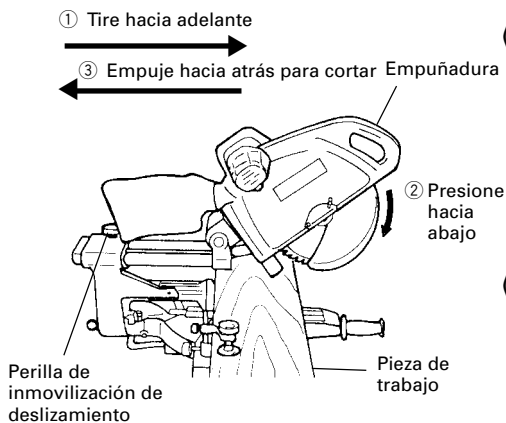

Fig. 21
Después presione hacia abajo la empuñadura y deslice la hoja de sierra hacia atrás para cortar la pieza de trabajo como se indica en la Fig. 21. Esto facilitará el corte de piezas de trabajo de hasta 107 mm (4-7/32") de altura y 305 mm (12") de anchura.
(2) Piezas de trabajo de hasta 120 mm (4-23/32") de altura y 260 mm (10-7/32") de anchura: Las piezas de trabajo de hasta 120 mm (4-23/32") de altura y 260 mm (10-7/32") de anchura podrán cortarse de la misma forma que la descrita en el párrafo 5-(1) anterior.
- ⚠ ADVERTENCIA:** \* Para el corte deslizable, siga los procedimientos indicados en la Fig. 21 anterior. El corte deslizable hacia adelante (hacia el operador) es muy peligroso porque la hoja de sierra puede salir despedida de la pieza de trabajo. Por lo tanto, deslice siempre la empuñadura alejándola de usted mismo.